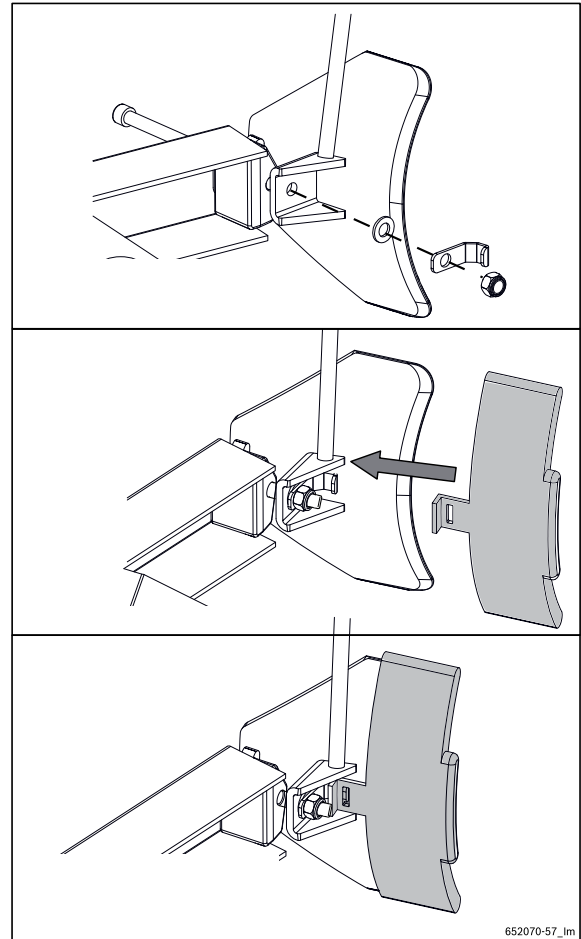

Fig. 22: Appliquer protection pour pale de compression
2. Régler la position de la douille de réglage avec 4 positions (fig. 22) selon la largeur du pneumatique (voir Tab. 5).